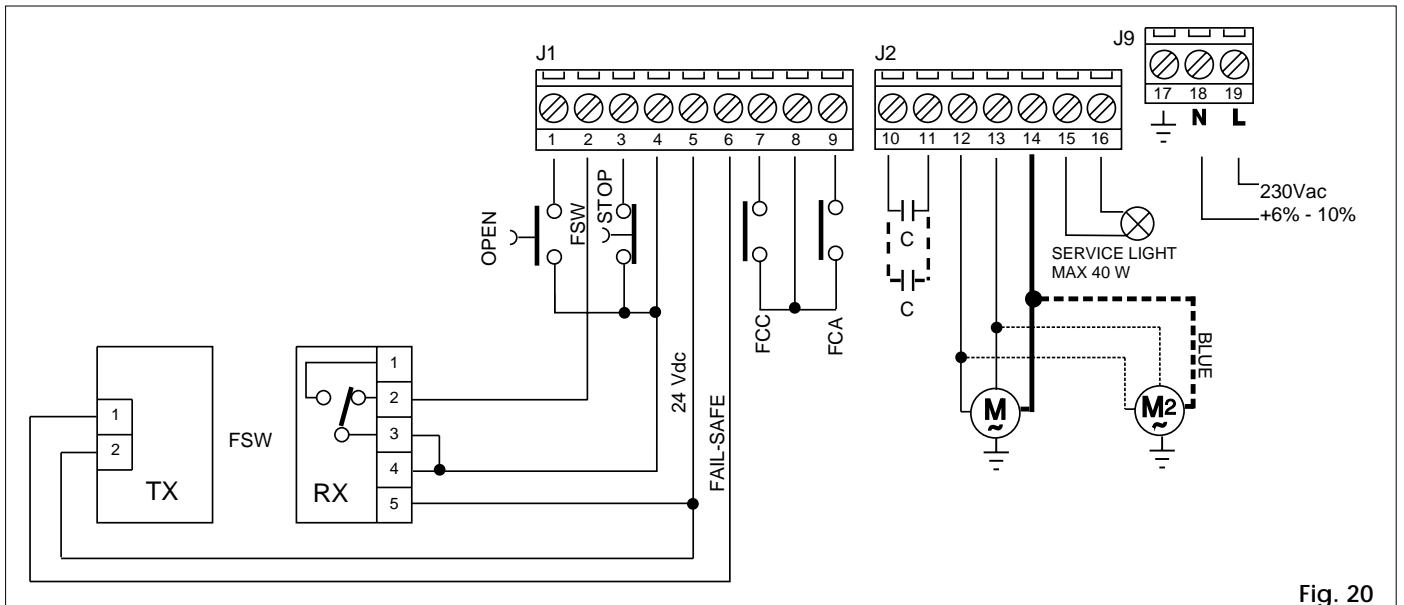

Fig. 20
Para puertas basculantes de 3,50 a 5 m de ancho, es necesario utilizar un actuador 595 I (integrado) y uno 595 S (slave). La altura máxima admisible es de 3 m. La instalación (fig. 9) se efectúa igual que en el caso de un solo motor. Una vez concluido el montaje mecánico, efectuar las conexiones eléctricas indicadas en la fig. 20.
- 5) Enviar un impulso de OPEN a la entrada (fig. 20) y verificar que la puerta se abra.